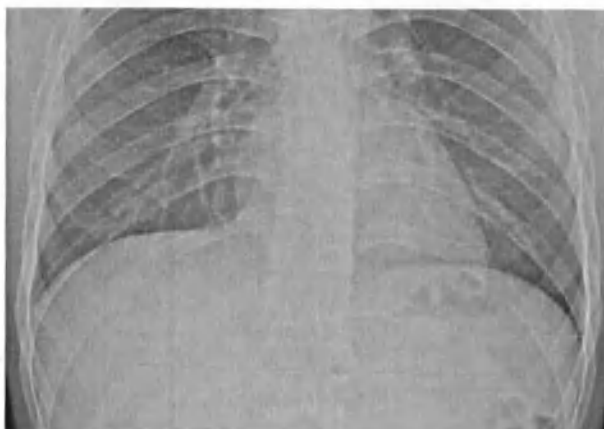

Рис. 121 КТТИ
- На изображении появится две параллельные линии (Рис. 121 КТТИ);